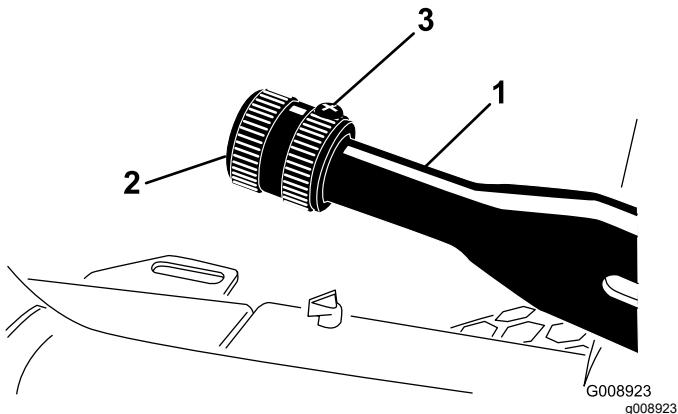

Figura 73
2. Afloje el tornillo de fijación que sujetá el pomo a la palanca del freno de estacionamiento (Figura 73).